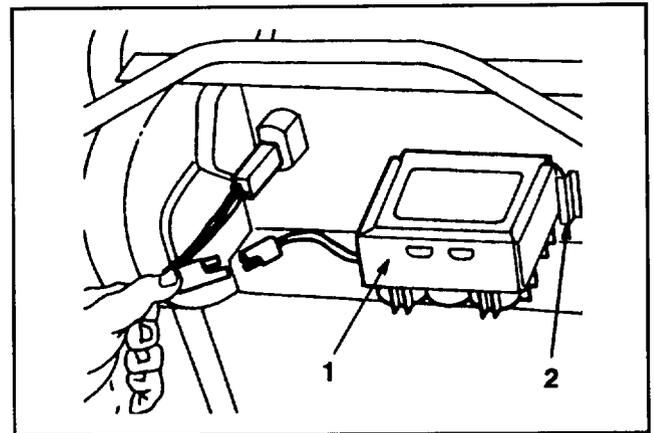

Figure 7
1. Reportez-vous à la section sur le chargement de la batterie, page 11. Faites glisser la batterie, le côté du décalque faisant face vers le haut, entre les fentes à l'arrière du tableau de commande et raccordez les câbles (fig. 7).